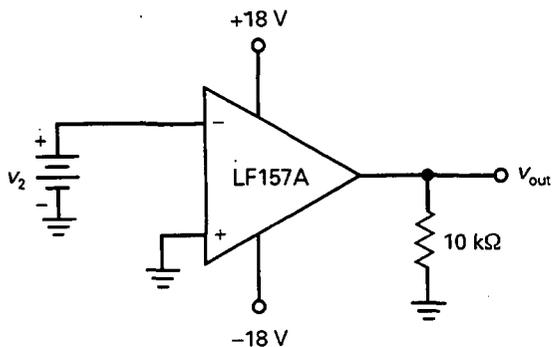

Figura 18-27
- 18-1. Suponga que la saturación negativa ocurre a 1 V menos que la tensión de alimentación con un LF157A. ¿Cuánta tensión de entrada inversora hace falta para llevar el amplificador operacional de la Figura 18-27 a saturación negativa?